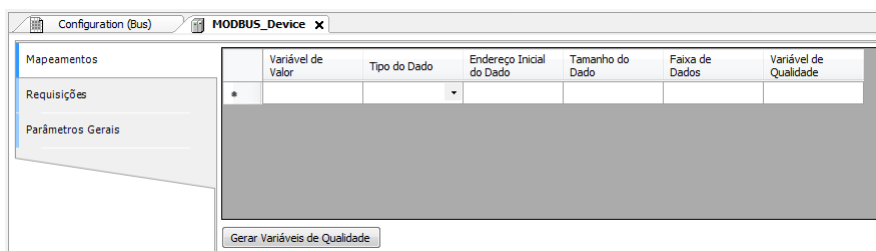

Figura 63: Tela de Mapeamentos de Dados MODBUS
- Adicionar e configurar os mapeamentos MODBUS na aba Mapeamentos conforme Figura 63, especificando o nome da variável, tipo de dados e endereço inicial do dado, o tamanho do dado e a faixa são preenchidos automaticamente.